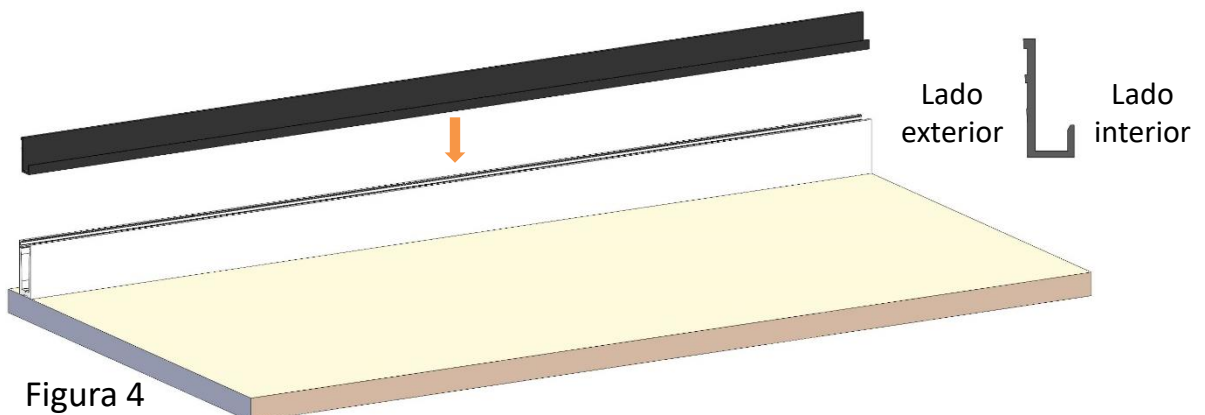

Figura 4
- Introducir el asiento de vidrio en el interior del perfil, orientándolo de forma que la parte mas alta del asiento quede orientada hacia el exterior de la barandilla (Figura 4). La base del asiento de vidrio debe ser continua.